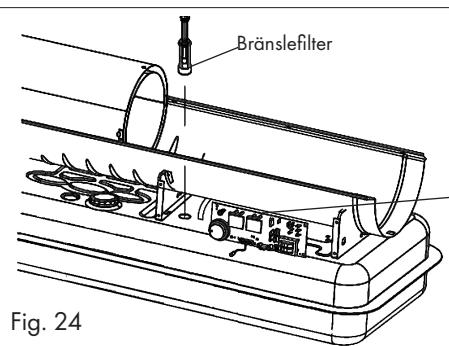
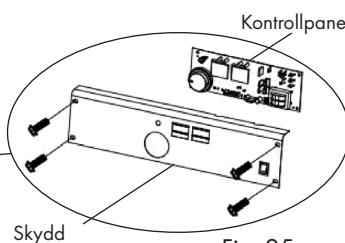

Fig. 24
Fig. 25
- Avlägsna manöverpanelens lock, se fig. 25
- Avlägsna bränsleslangen från bränslefiltret (H).
- Dra ut bränslefiltret (H) ur tanken, se fig. 24